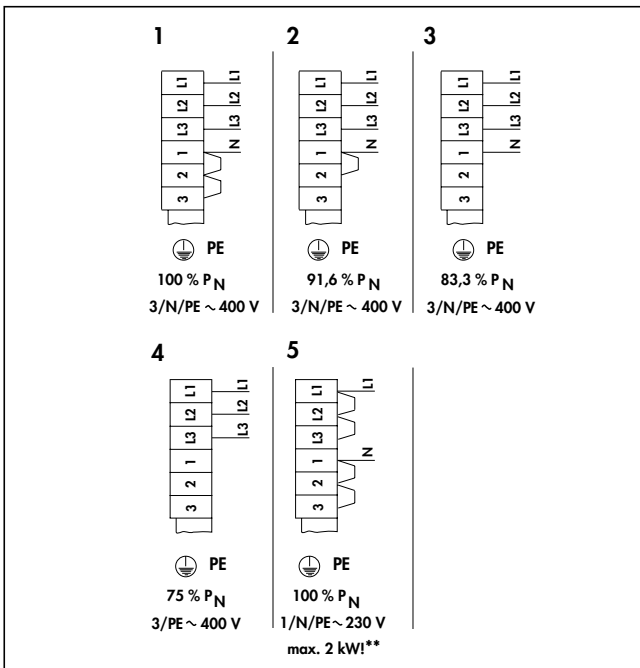

Abb. 5.1 Netzanschluss VSU .../4 und VSU .../4 EL
- Überprüfen Sie, ob die auf dem Leistungsschild angegebene Spannung mit der Netzspannung übereinstimmt (siehe Abb. 5.1).
Die Anschlussleistung kann durch Verlegen oder Entfernen von Brücken variiert werden. Die werkseitig auf 100 % vorverdrahtete Anschlussleistung kann in Verbindung mit einer Ladegradreduzierung um 3 Leistungsstufen reduziert werden. Der elektrische Anschluss für die Heizkörper kann mit Drehstrom 400 V oder bis 2 kW mit Wechselstrom 230 V 50 Hz erfolgen. Die Dimensionierung der Leitungsquerschnitte und die Absicherung sind entsprechend der maximal möglichen Leistung des Gerätes vorzunehmen (siehe Seite 16 Abb. 5.1).